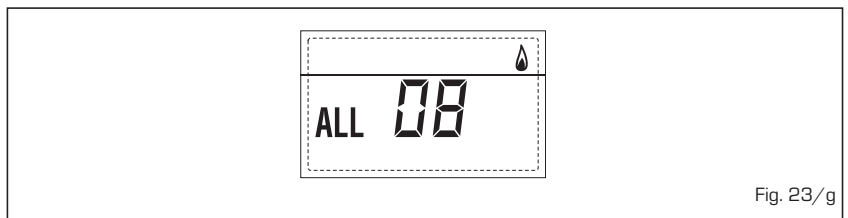

Fig. 23/g
- **WATER CIRCULATION ERROR ALARM 09 (fig. 23/h)**